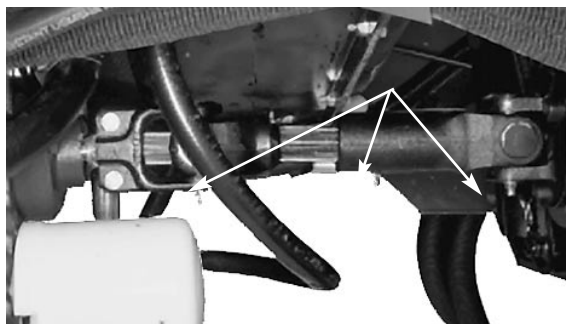
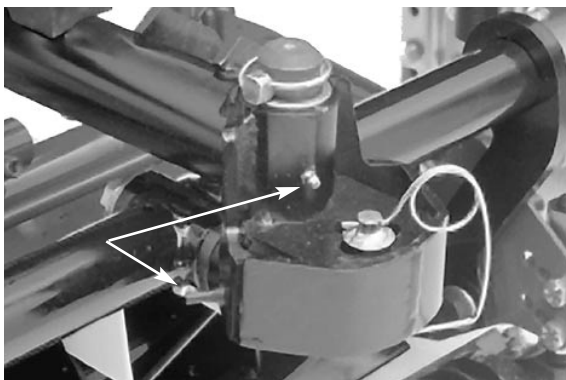
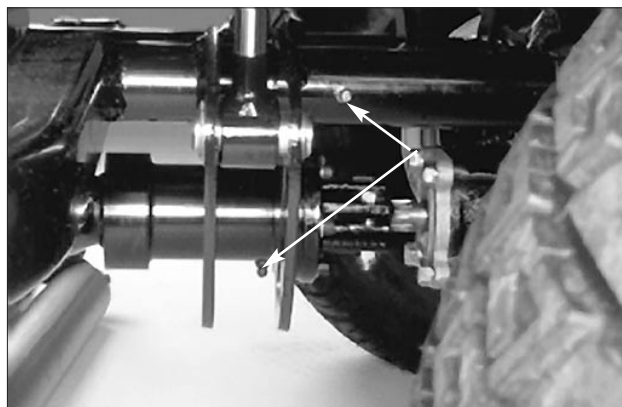
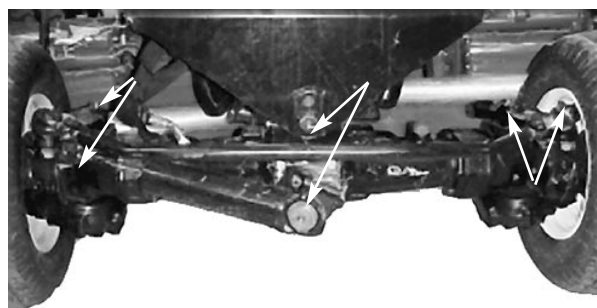

Fig. 23
Fig. 24
Fig. 25
Fig. 26
Ingrassare cuscinetti e boccole (Fig. 23–31)
La posizione ed il numero di raccordi per ingrassaggio sono riportati qui di seguito. Semiasse del motore (3) (Fig. 23); telaio portante e perno delle unità di taglio (2 cad.) (Fig. 24); perni dei bracci di sollevamento posteriori (2); frizione del semiasse (1) (Fig. 25); tirante del ponte posteriore (2); giunti universali del cilindro di sterzo (2); perni di sterzo dell'assale (2), perno del ponte posteriore (1) (Fig. 26); tiranteria di comando della trazione alla trasmissione (1); cuscinetto di supporto del semiasse (1); semiasse del ponte posteriore (3) (Fig. 27); pedale del freno (1) (Fig. 28); cilindri di sollevamento (5) (Fig. 29), perni dei bracci di sollevamento anteriori (3) (Fig. 30) e puleggia di comando della ventola (Fig. 31).